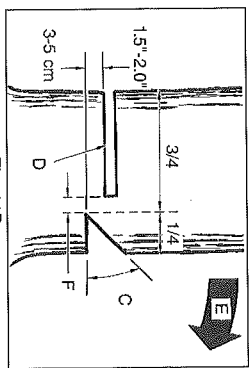

Fig. 11B
**ATTENTION:** Ne marchez jamais en face d'un arbre auquel on a fait une entaille. Réalisez l'entaille de coupe (D) de l'autre côté de l'arbre et à 3-5 cm au-dessus du bord de l'entaille (C) (Fig. 11B)